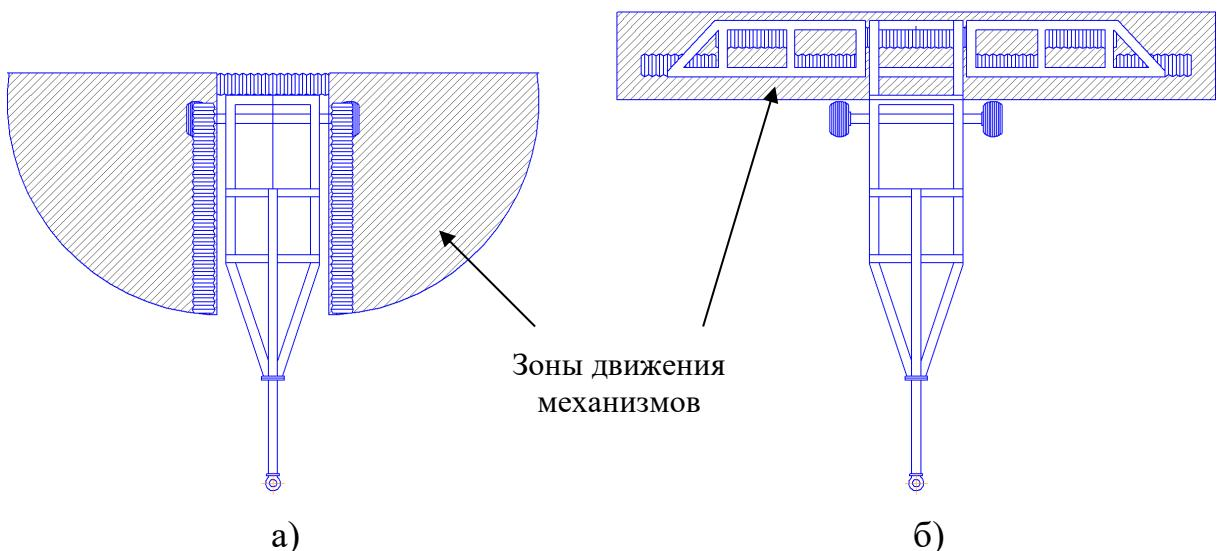

Рис. 3 Зоны движения механизмов
- запрещается находиться в зоне движения механизмов при раскладывании и складывании, а также во время работы катка (рис.3).